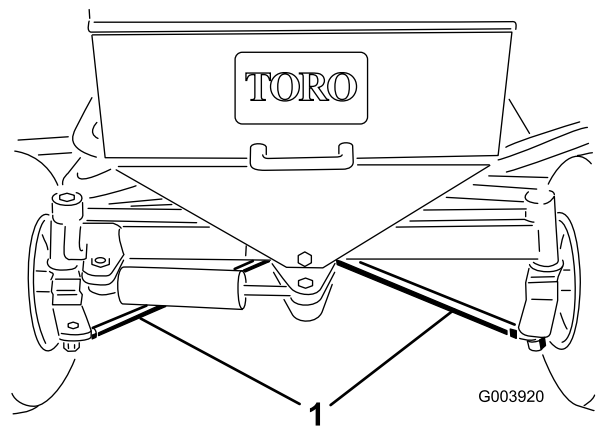

Bild 65
2. Lösen Sie die Sicherungsmuttern an beiden Spurstangen (Bild 65).